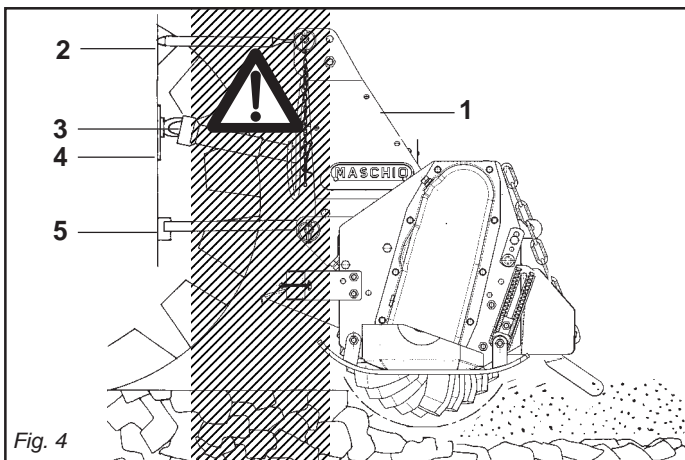

Fig. 4
- 25) *It is absolutely forbidden to stand between the tractor and the machine (Fig. 4) when the engine is running and the cardan shaft is engaged without having first engaged the hand brake.*
- 25) Il est absolument interdit de se mettre entre le tracteur et l'appareil (Fig. 4) quand le moteur est en marche et le cardan enclenché, sans avoir tiré le frein de stationnement.
- 25) Es ist absolut verboten, bei laufendem Motor und eingeschalteter Gelenkwelle zwischen den Schlepper und das Gerät zu treten (Abb. 4). Dazu muß die Feststellbremse gezogen werden. Achten Sie bei der Arbeit mit der Maschine auf den nötigen Sicherheitsabstand aufgrund der Auswurfgefahr stumpfer Gegenstände.
- 25) Está terminantemente prohibido colocarse entre el tractor y el equipo (Fig. 4) con motor encendido y cardán inserido, o sin haber accionado el freno de estacionamiento. Manténgase a una distancia de seguridad de la máquina durante el trabajo, porque puede proyectar objetos.
- 29) È assolutamente vietato interporre fra il trattore e l'attacco della macchina per manovrare il comando dall'esterno per il sollevamento (Fig. 4).
- 29) *It is absolutely forbidden to stand between the tractor and the implement when manoeuvring the lift control from the outside (Fig. 4).*
- 29) Il est absolument interdit de se mettre entre le tracteur et l'attelage pour manoeuvrer la commande de relevage de l'extérieur (Fig. 4).
- 29) Es ist absolut verboten, zwischen den Schlepper und den Anschluß zu treten, um die Aushebung von außen zu betätigen (Abb. 4).
- 29) Está absolutamente prohibido colocarse entre el tractor y el enganche para maniobrar el mando desde el externo en la fase de elevación (Fig. 4).